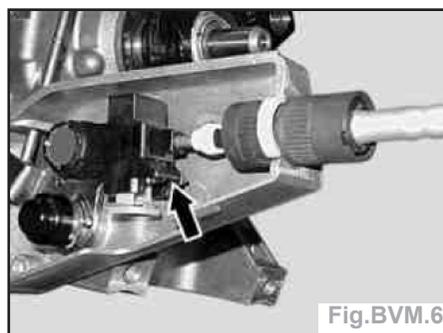

Fig.BVM.6
- Appuyer sur le bouton de déclenchement (flèche) (Fig.BVM.6).